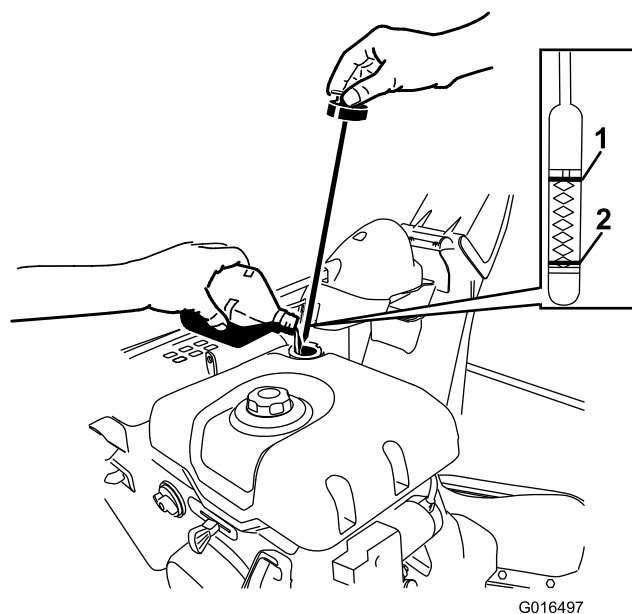

Figura 50
- A. Rimuovete l'asta di livello e versate lentamente l'olio nel relativo tubo di riempimento per portarne il livello al segno di pieno sull'asta di livello (Figura 50). **Non riempite troppo.**